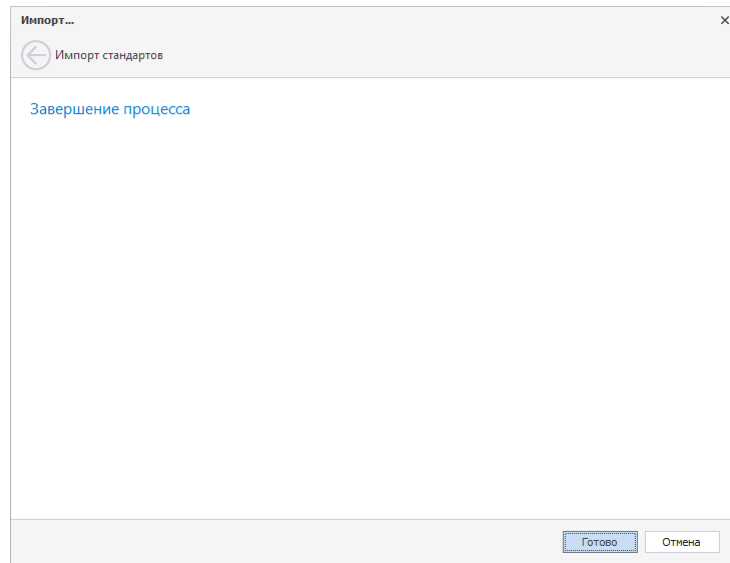

Рис. 21 Завершение процесса импорта
7. Нажмите «Готово» для завершения процесса импорта, Рис. 21.